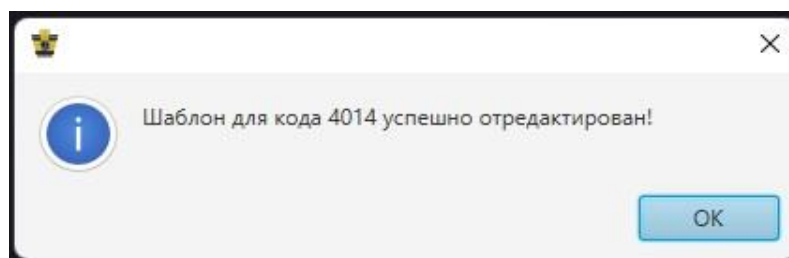

**Рисунок 2.11 – Модальное окно об успешном добавлении**
5) получить уведомление об успешном добавлении шаблона (рисунок 2.11).